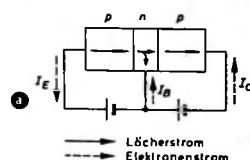

Bild 6. Wahre (physikalische) Stromrichtungen in einem pnp-Transistor (a) und in einem npn-Transistor (b)
Bild 6. Schematische Darstellung eines Projektes für eine 16-MW-Gasturbinenanlage mit Kohle als Brennstoff sowie mit Saatmaterialzugabe und -rückgewinnung; der errechnete Gesamtwirkungsgrad ist etwa 50 %. Um dies zu erreichen, muß die Abgaswärme in Wärmeaustauschern und Gaskesseln gut ausgenutzt werden
N. S. Emmerich von den Westinghouse Research Laboratories berichtete in der Zeitschrift Energy Bd. 1 (1964) Nr. 2, S. 14 bis 18, über erfolgreiche Arbeiten in bezug auf Anlagen mit offenem und geschlossenem Kreislauf. Geplant sind eine 16-MW-Anlage (Bild 6) mit  $\eta = 40\%$  und ein Großkraftwerk mit 600 MW und  $\eta = 60\%$ . Beim offenen Kreislauf studiert man die Möglichkeit, die Stickstoffabfallprodukte nutzbar zu machen, beim geschlossenen den Anschluß eines Atomreaktors mit 1400 °K und das Arbeiten mit geringerem Dampfdruck unter Verwendung von Lithium. Planungen für einen 25-kW-Ver suchsgenerator sind abgeschlossen. Man befaßt sich auch mit dem Bau von 20- bis 30-kG-Magneten und studiert 50-kG-Supraleit-Magneten sowie verschiedene Verfahren zur höheren Ionisierung.
Hierbei wird die wahre physikalische Stromrichtung angezeigt. Bei Transistoren muß man aber zwischen der Bewegungsrichtung der Elektronen (negative Ladungsträger) und der Bewegungsrichtung der Defektelektronen oder Löcher (positive Ladungsträger) unterscheiden (Bild 6). Die physikalische Stromrichtung interessiert jedoch nur bei physikalischen Untersuchungen des Transistorverhaltens.